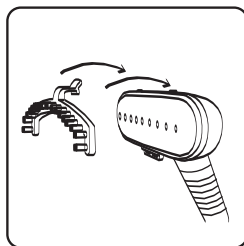

рис.2
6.1.5 При необходимости наденьте насадку-щетку на распылитель и закрепите (рис.2).